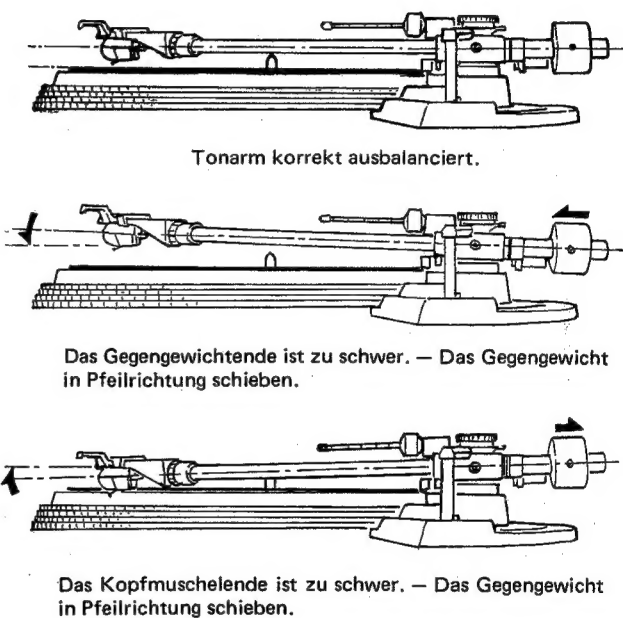

Abb. 10
5. Mit einer Hand den Fingerhebel der Kopfmuschel stützen und den Tonarm genau horizontal ausrichten, indem das Gegengewicht vor- oder zurückgeschoben wird. Der Tonarm muß schließlich parallel zur Schallplatte auf dem Plattenteller stehen, d.h., das Tonarmrohr darf sich weder zur Gegengewicht- noch Kopfmuschelseite neigen (siehe Abb. 10).
Ist der Tonarm nicht richtig ausbalanciert, so senkt sich die Nadel schräg auf die Schallplatte. Hierdurch werden Klangverzerrungen hervorgerufen, und Schallplatte und Nadel können Schaden erleiden. Unbedingt darauf achten, daß die Balance einwandfrei gemäß Abb. 10 eingestellt ist.